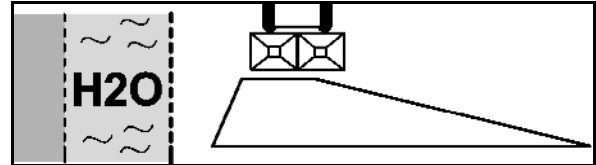

Рис. 67
2. Розкидання в канаві згідно з Постановою про добрива (Рис. 67):